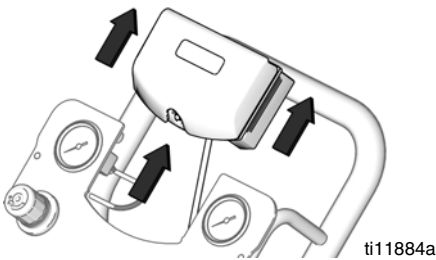

Рис. 10. Извлечение модуля DataTrak
3. Снимите модуль DataTrak с кронштейна. См. Рис. 10. Переместите модуль с прикрепленным кабелем в безопасное помещение.